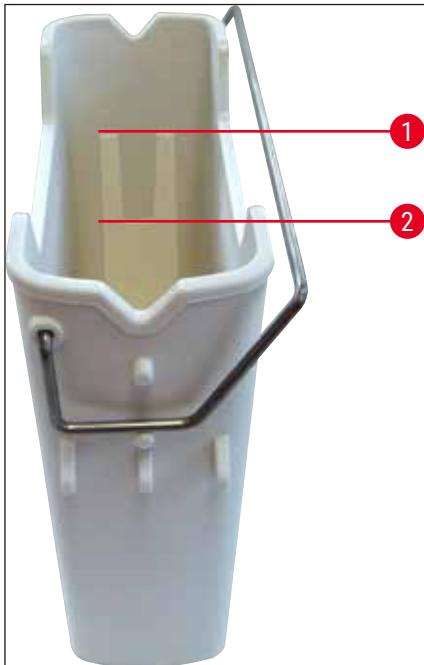

図67
4. 充填レベルが十分なこと (→ 図 67)、そして試薬にコンタミがないことを確認します。コンタミが見られる場合は、キシレンを交換する必要があります (→ P. 37 – 4.6.3 試薬容器の用意、充填、挿入用待機槽への挿入)。試薬容器をクリーニングした後に再充填します。